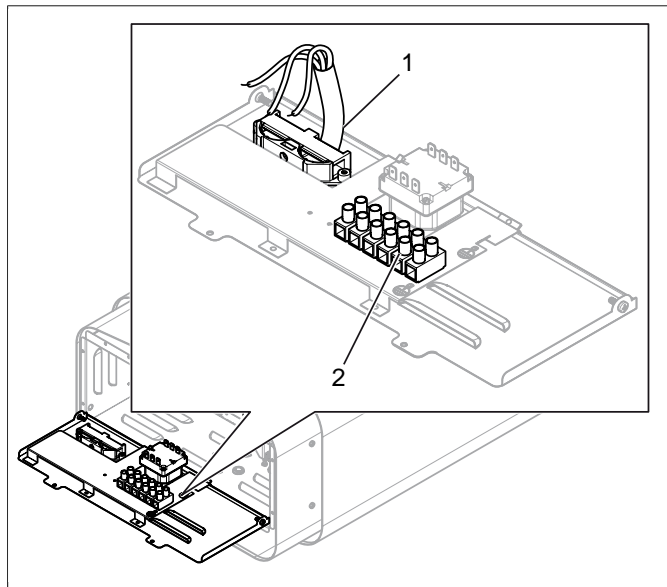

Рисунок 8: Электрическое соединение
Подключите провод (1) к соединению (2) (см. **Рисунок 8**, страница 5) согласно схеме соединений (см. Раздел **Схема соединений 200-240 В~**, страница 7, Раздел **Схема соединений 200-240 V 3~**, страница 8, Раздел **Схема соединений 400-415 V 3~**, страница 9, Раздел **Схема соединений 400-415 V 3N~**, страница 10).